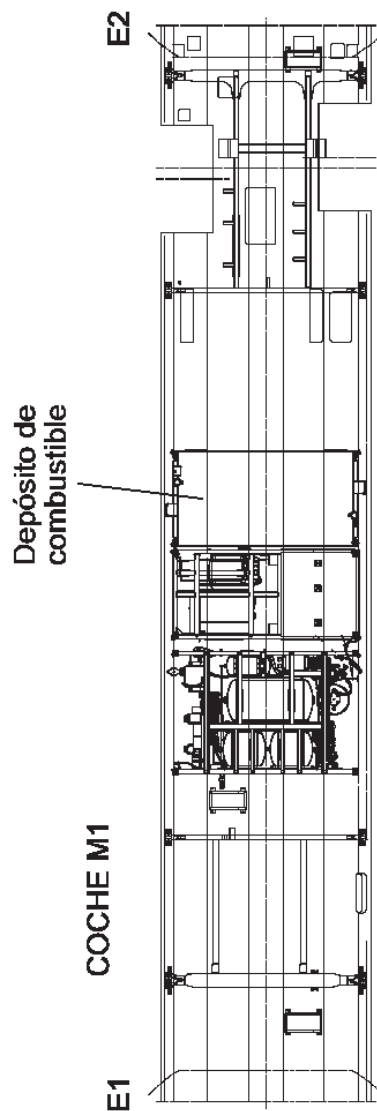

Figura 2-14. Depósito de combustible
2.5.1.1 Depósito de combustible (figura 2-14)